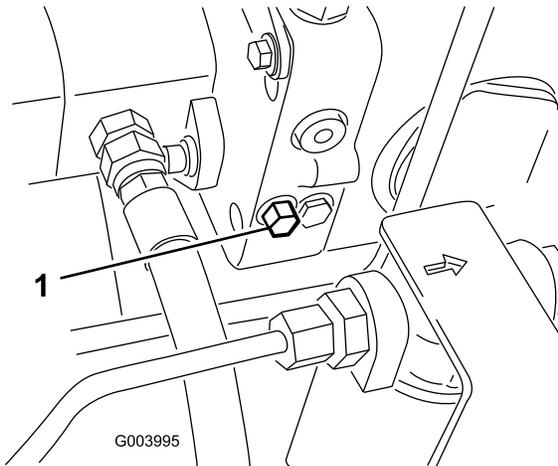

Figura 32
1. La válvula de desvío está situada en el lado izquierdo del hidrostato (Figura 32). Gire el perno una vuelta y media para abrirla y dejar pasar el aceite internamente. Puesto que el aceite se desvía, la máquina puede ser movida lentamente sin dañar la transmisión.